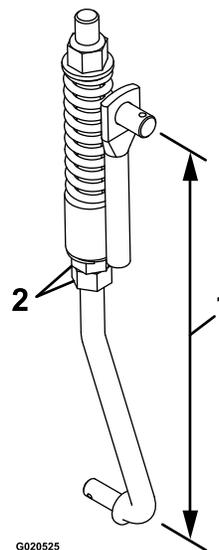

Figura 59
8. Regolate la lunghezza del collegamento con i 2 dadi in basso sul gruppo molla verticale (Figura 59).